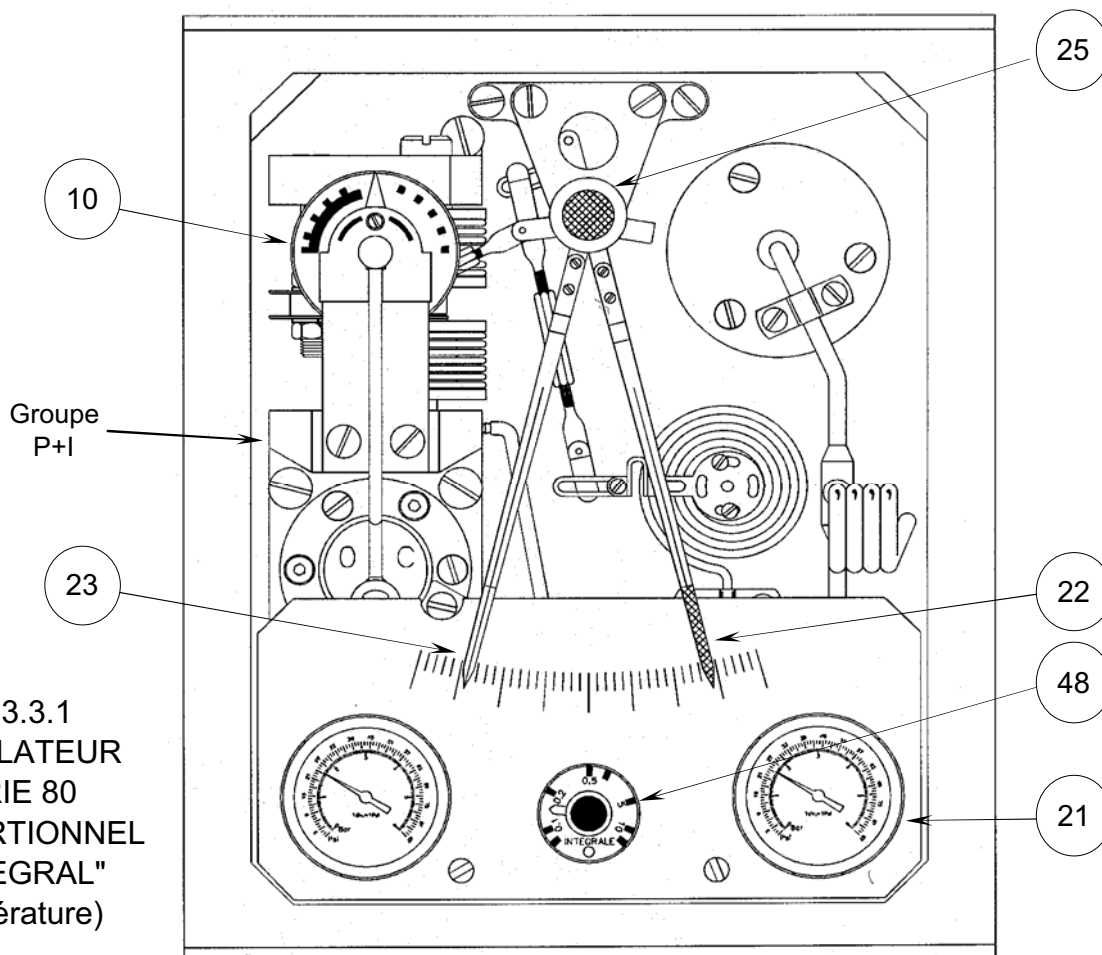

Fig. 3.3.1
3.3. REGULATEUR PROPORTIONNEL + INTEGRAL (P+I) (Fig. 3.3.1)